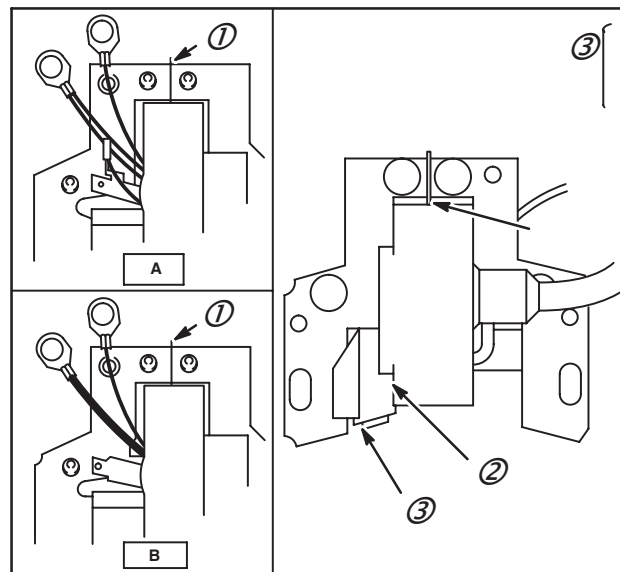

Fig. 11
Le Magneton® a été produit en deux versions, composite Type I (vue détaillée A), Type II (vue détaillée B) et à module remplaçable (2), Fig. 11.
NOTE : Les bobines d'allumage Magneton® utilisées sur les Modèles 120000, 280000 n'ont pas de pôle de déclenchement visible (3) ni isolant papier d'entrefer (1), Fig. 11.